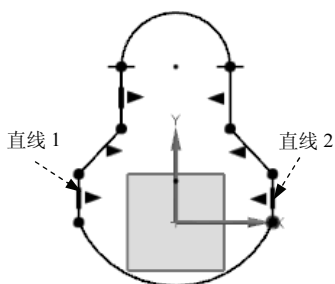
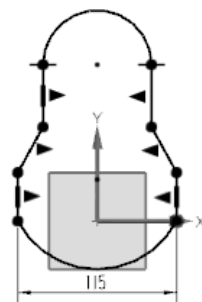
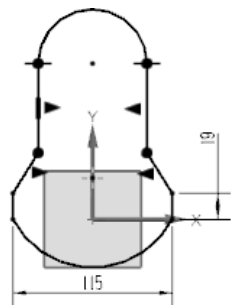
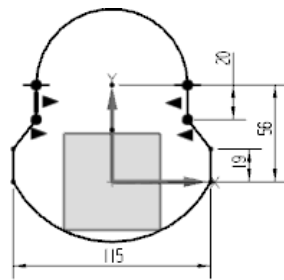

图 5.11.5 定义标注参考
图 5.11.6 水平标注
图 5.11.7 标注竖直尺寸 1
图 5.11.8 标注竖直尺寸 2
(1) 标注水平尺寸。选择下拉菜单 **插入(I)** → **尺寸(D)** → **水平(H)...** 命令, 可标注图 5.11.5 中两直线间的长度; 单击绘图区域中的一点确定标注位置; 在弹出的动态输入框中输入尺寸值 115, 单击中键, 完成效果如图 5.11.6。
(2) 标注竖直尺寸。选择下拉菜单 **插入(I)** → **尺寸(D)** → **竖直(V)...** 命令, 标注直线 2 (图 5.11.5), 竖直尺寸为 19, 完成效果如图 5.11.7。接着标注其余竖直尺寸, 完成效果如图 5.11.8。